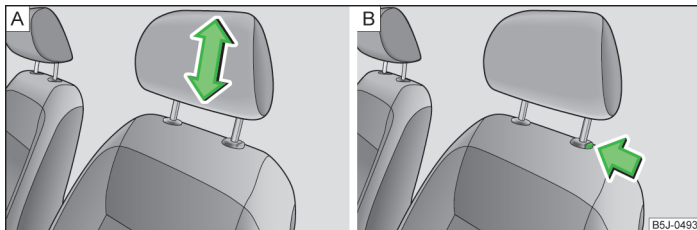

Fig. 38 Tetiera: Reglarea / demontarea
- Prindeți tetiera din lateral, cu ambele mâini și mișcați-o în sus, după dorință » fig. 38 - A.
- Dacă doriți să împingeți tetiera în jos, trebuie să apăsați tasta de siguranță » fig. 38 - B cu o mână și să o mențineți apăsată, iar cu cealaltă mână să apăsați tetiera în jos.
- Apăsați tasta de siguranță în sensul săgeții » fig. 38 - B și trageți afară tetiera.